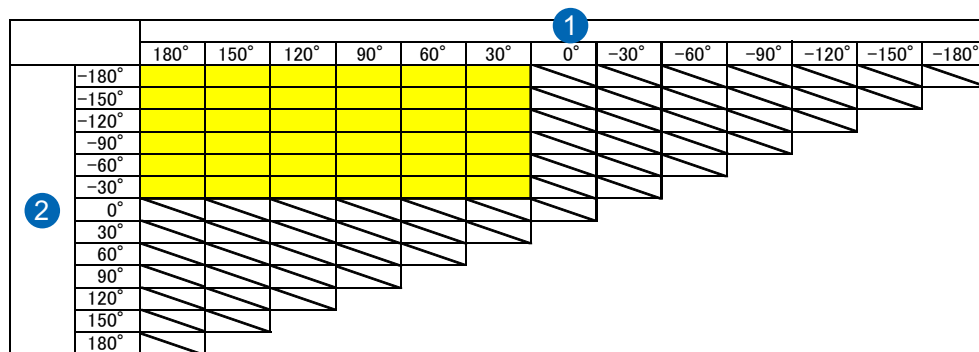

Abb. 6-4: Der einstellbare Winkel für die S-Achsen-Begrenzung
- Der Anschlag kann in 30° Abständen montiert werden. Um eine mechanische Störung durch Anschlagüberschneidungen (z. B. $\pm 30^\circ$, $\pm 150^\circ$) zu vermeiden, installieren Sie den mechanischen Anschlag wie in der nachfolgenden Tabelle Abb. 6-4: "Der einstellbare Winkel für die S-Achsen-Begrenzung".